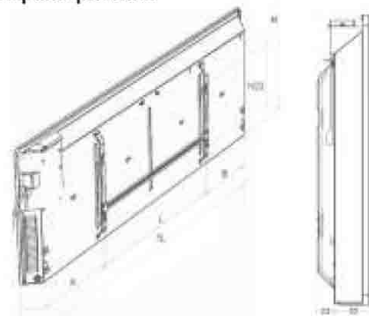

Рис. 1
Габаритные и установочные размеры конвектора серии TEC.PF2 EL согласно рис. 1 приведены в таблице 2
Габаритные и установочные размеры конвектора серии TEC.PS1 EL согласно рис. 1 приведены в таблице 3
3. В соответствии с рис. 1, 4 и таблицей 2,3 (в зависимости от моделей) определите место установки конвектора с соблюдением минимальных расстояний от предметов и минимального расстояния от пола.